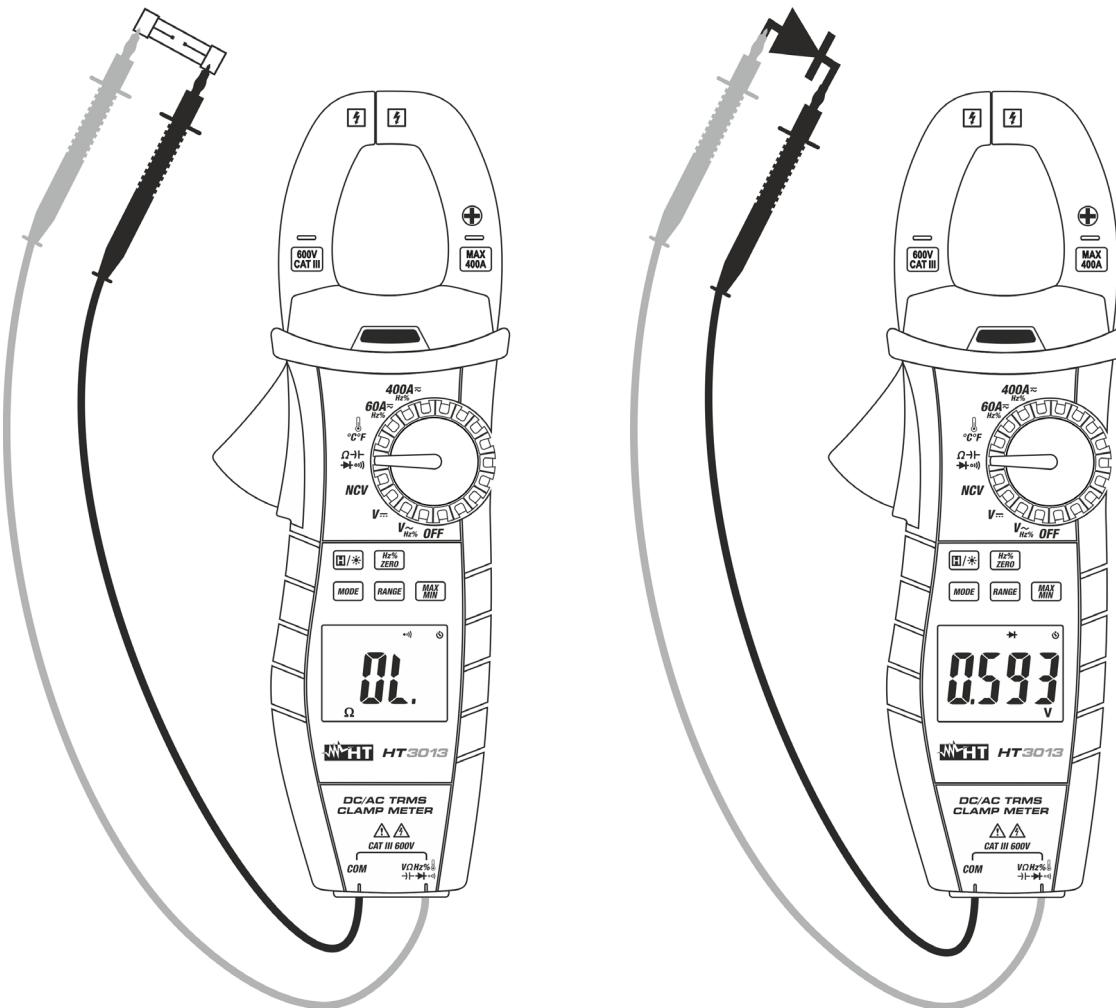

Fig. 8: Utilização da pinça em Testes de Continuidade e Testes de Díodos
3. Inserir o cabo vermelho no terminal de entrada  $\text{V}\Omega\text{Hz}\%$  e o cabo preto no terminal de entrada **COM** e efetuar o teste de continuidade sobre o objeto em teste (ver Fig. 8 – parte esquerda). O indicador sonoro emite um sinal acústico quando o valor da resistência medida é inferior a cerca de  $30\Omega$ .
5. Conectar a ponteira vermelha ao ânodo do diodo e a ponteira preta ao cátodo no caso de medição de polarização direta (ver Fig. 8 – parte direita). Inverter a posição das ponteiras no caso de medição de polarização inversa.